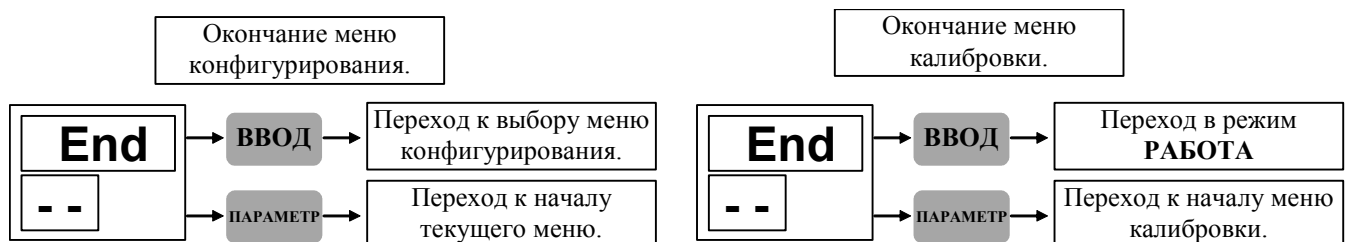

Рис. 5.5.3
5.5.4. Все меню в режимах **КОНФИГУРИРОВАНИЕ** и **КАЛИБРОВКА** заканчивается аббревиатурой **End** на индикаторе **1** и символом -- на индикаторе **2**. При этом нажатие кнопки **ПАРАМЕТР** приводит к возврату на начало меню, нажатие кнопки **ВВОД** приводит к выходу из меню (см. рис. 5.5.3)